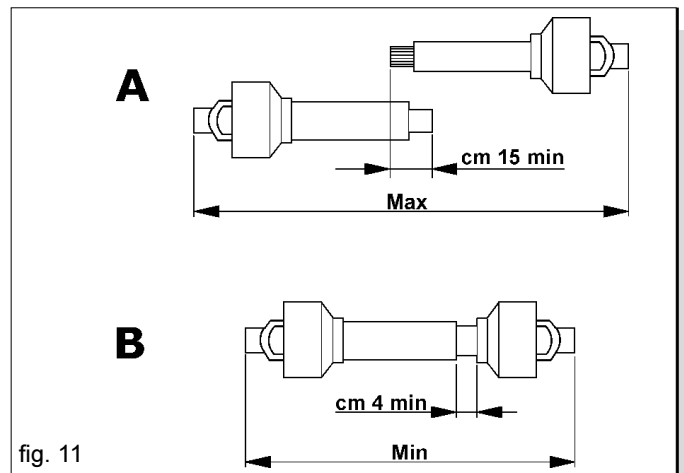

fig. 11
- Cuando el árbol cardán está totalmente desenhbrado, los dos tubos tienen que superponerse por lo menos 15 centímetros (A Fig. 11). Cuando el mismo está insertado al máximo, el yugo mínimo permitido tiene que ser de 4 centímetros (B Fig. 11).